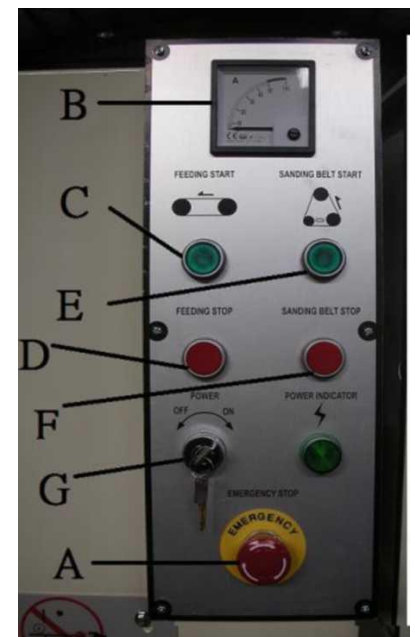

Рис. 2
6. Пожалуйста, подсоедините заземляющий провод (С, рис. 2).
1. Аварийный выключатель: (А, рис. 2) останавливает транспортёр и вращение шлифовальной ленты. Кнопка должна быть повернута на четверть оборота по часовой стрелке, чтобы перезагрузить включение станка.
2. Амперметр: (В, рис. 2), покажет силу тока во время запуска и при постоянной работе станка .
3. Включение: (С, рис. 2), начнёт вращаться только транспортёрная лента.
4. Стоп: (D, рис. 2) прекратит вращение транспортёрной ленты.
5. Включение: (Е, рис. 2) начнет вращаться только приводной вал шлифовального узла.
6. Стоп: (F, рис. 2) остановит вращение вала в шлифовальном узле.
7. Выключатель подачи эл. энергии: (G рис. 2)